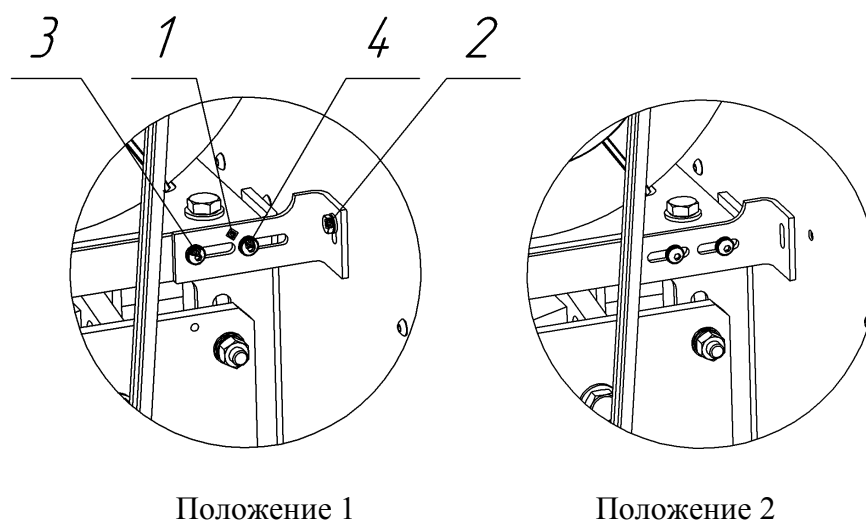

Рисунок 4
- демонтировать транспортировочный кронштейн красного цвета 1 (см. рисунок 4)*.
Примечание: *Транспортировочный кронштейн красного цвета 1 (см. рисунок 4) – это уголок, который соединяет основание, на котором закреплены двигатель и спиральный блок, с внутренней перегородкой. Для того чтобы транспортировочный кронштейн не был утерян, его необходимо:
- закрепить кронштейн к основанию винтами 3,4 (см. рисунок 4, положение 2);